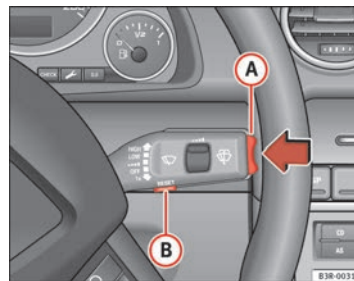

Fig. 58 Leva dei tergicristalli: Selettore
- Per modificare il valore memorizzato, premere la parte superiore o inferiore del selettore situato sulla leva del tergicristallo (A ⇒ pag. 88, fig. 58). Il valore aumenta o diminuisce in ragione di 10 km/h alla volta.
- Premere il tasto Reset sulla leva del tergicristallo (B ⇒ pag. 88, fig. 58) finché sul display non compare il simbolo di avvertimento sbarrato della soglia di avvertimento 2.